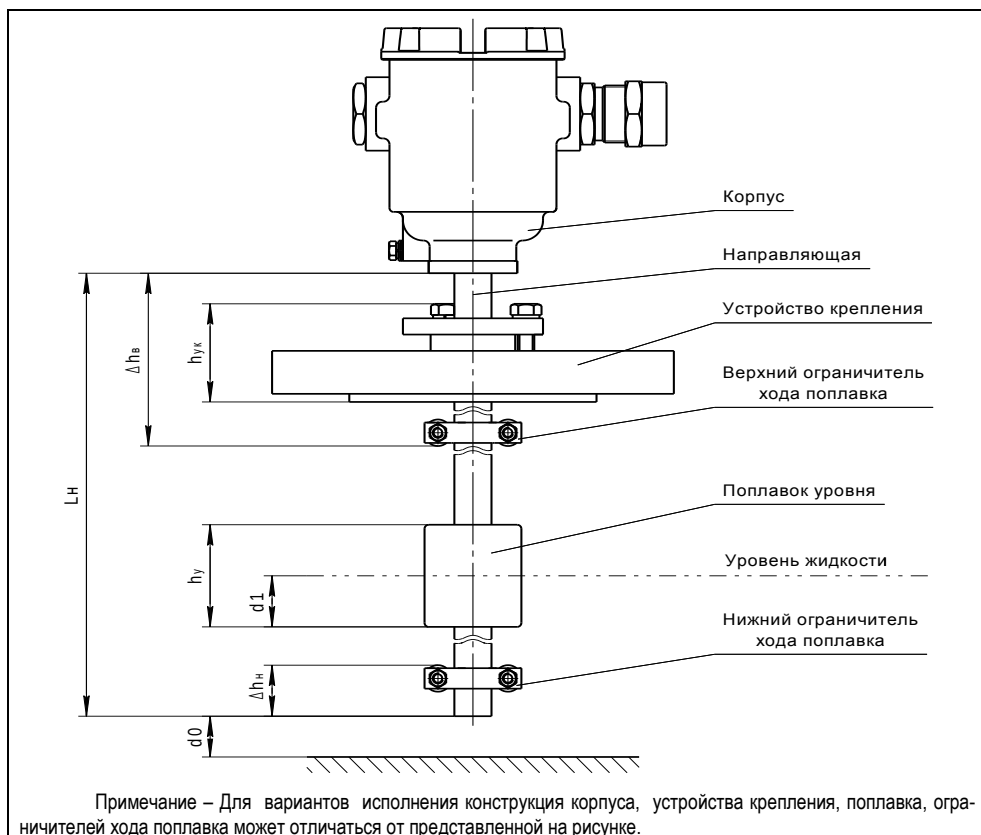

Рисунок 1
1.2.3 Нижний предел измерений уровня H_n (см. рисунок 1) определяется по формуле, мм:
Величина верхней неизмеряемой зоны Δh_v определяет положение верхнего ограничителя хода поплавка (см. рисунок 1). При выпуске из производства по умолчанию она устанавливается равной минимально возможному значению Δh_{vmin} :
1.4.1 Преобразователь (см. рисунок 1) состоит из корпуса, соединённого с направляющей, на которой устанавливаются: устройство крепления, поплавков уровня и ограничители хода поплавка.